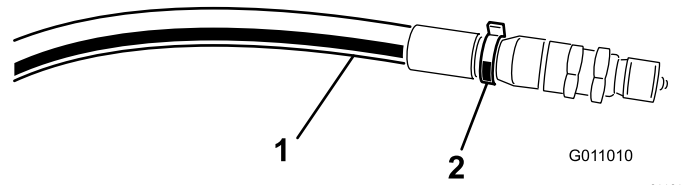

图15
**注意：** 用扎带标记高压软管，以识别正确的软管装置（图15）。